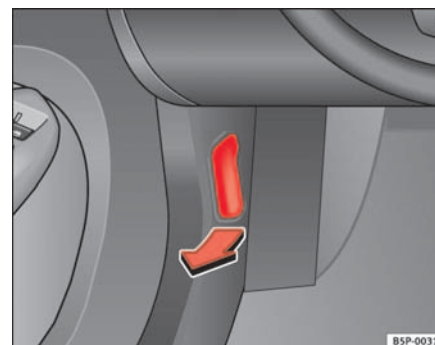

Fig. 158 Vano piedi del conducente: leva di sblocco del cofano del vano motore
- Tirare la leva situata sotto il cruscotto ⇒ **fig. 158** nella direzione indicata dalla freccia. Il cofano si sblocca sotto la spinta di una molla ⇒ .